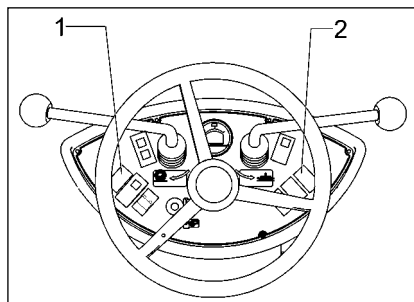

Abb.13
- Schalter (Abb.13/1) betätigen, Schalter gedrückt halten. (Kehrgutbehälter wird entriegelt)
- Schalter (Abb.13/2) betätigen nach vorn drücken = Kehrgutbehälter anheben.
- Kehrgutbehälter absenken, hierzu Schalter (Abb.13/1) und Schalter (Abb.13/2) betätigen nach hinten drücken = Kehrgutbehälter senken